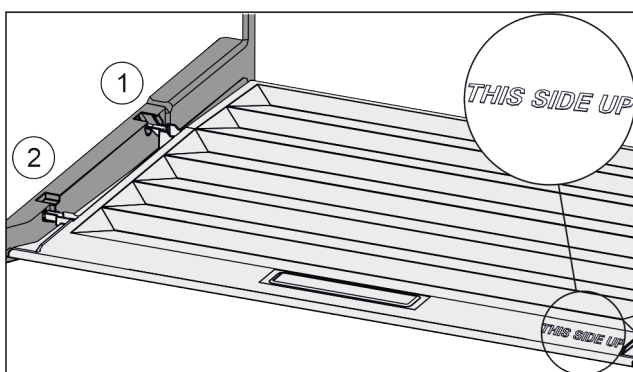

Fig. 26
- ▶ Вставить поперечные ребра крышки через отверстие заднего держателя Fig. 26 (1) и защелкнуть спереди в держателе Fig. 26 (2).